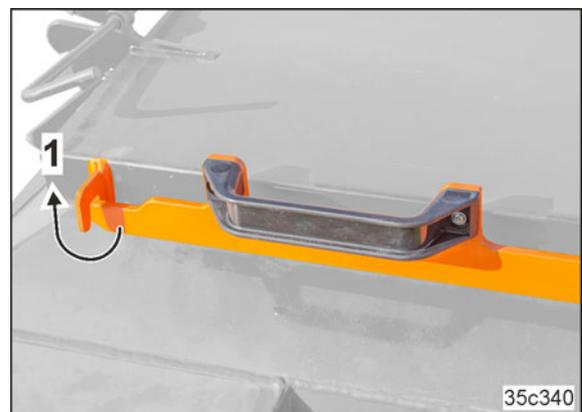

Рис. 223
2. Разблокируйте рычаг (Рис. 223/1)